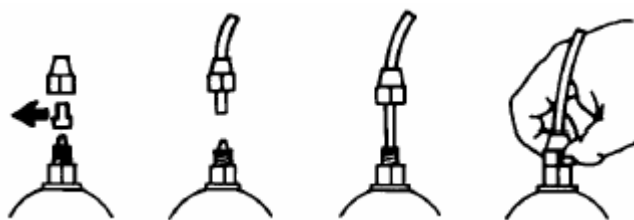

Рис. 7
**д** - Снимите защитный колпачок, пропустите шланг через гайку, одновременно проталкивая и вращая, вставьте шланг в коническое соединение ниппеля (зажим шланга). Поворотом гайки зафиксируйте шланг. (Рис. 7)